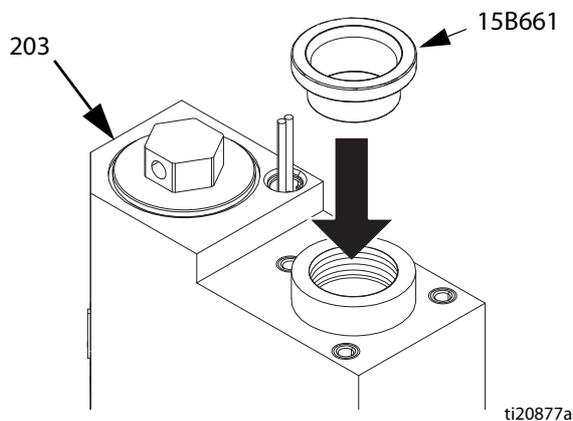

Рис. 28
- с. Установите поршневой клапан (222) на поршневой шток (223). Затяните с усилием 33–41 Н·м (24–30 футофунтов).
2. Для защиты уплотнений от острых резьбовых соединений поместите инструмент для установки уплотнений 15B661 в щелевое отверстие. См. Рис. 28.
8. Установите стопорную гайку (235). См. Рис. 28.